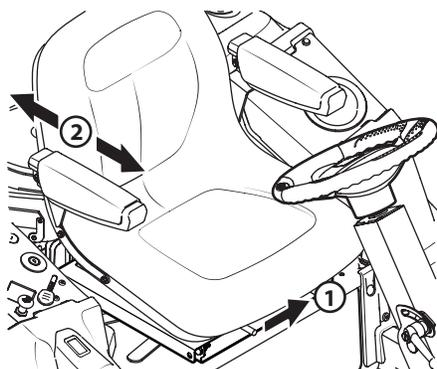

Figure 2-6
- Pour régler la position du siège, poussez le levier de réglage du siège vers la gauche. Voir Figure 2-6.
- Glissez le siège vers l'avant ou vers l'arrière à la position désirée, puis relâchez le levier de réglage. Assurez-vous que le siège est verrouillé en place avant d'utiliser l'appareil. Voir Figure 2-6.